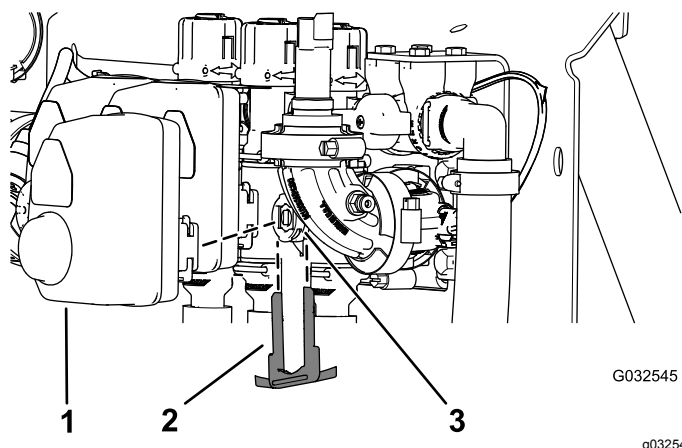

Figure 101
2. Retirez l'étrier qui fixe l'actionneur à la soupape de collecteur pour la vanne de section de rampe ou la vanne d'agitation (Figure 101).